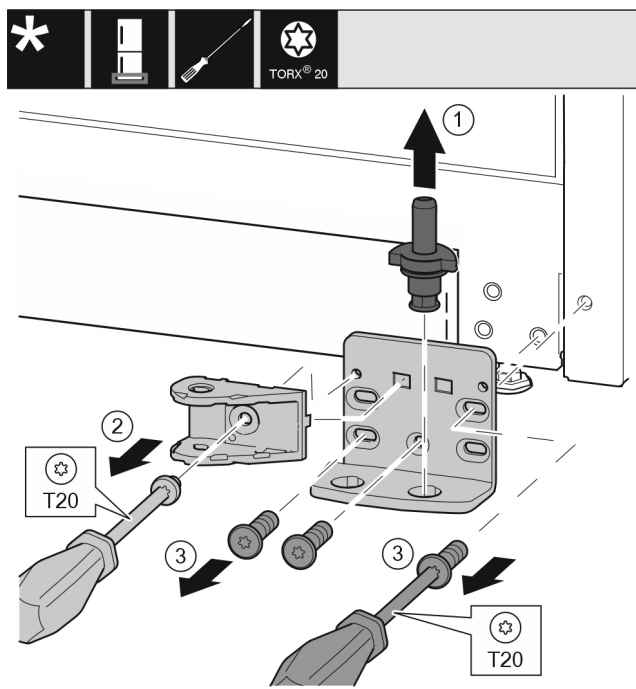

Fig. 30
- Estrarre completamente verso l'alto i perni di supporto Fig. 30 (1).
- Svitare la vite con un cacciavite Fig. 30 (2) e rimuovere il collegamento dell'ammortizzatore di chiusura.
- Svitare le viti Fig. 30 (3) con un cacciavite e rimuovere il blocco di supporto.